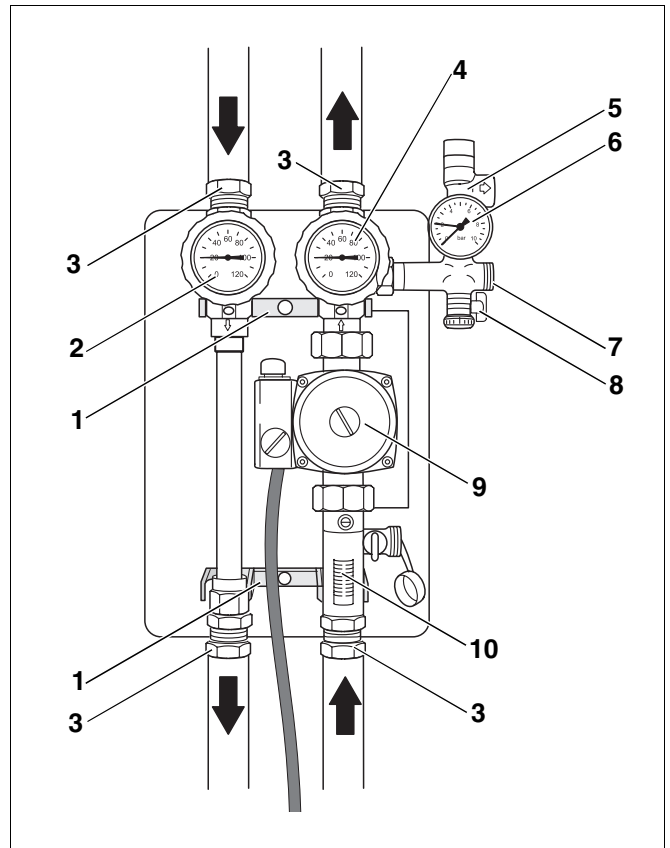

Fig. 1 Estação solar para um consumidor
- duas torneiras de esfera (Fig. 1, **Item 2 e 4**) com termómetros integrados e visor para leitura da indicação directamente na unidade.
- um grupo de segurança (Fig. 1, **Item 5**, unidade de fornecimento separada), que protege a circulação do sistema de energia solar. A válvula de segurança e o manómetro (Fig. 1, **Item 6**) estão integrados no grupo de segurança.
- uma bomba de circulação (Fig. 1, **Item 9**).
- um limitador de caudal com torneira E/D (de enchimento e drenagem) e de fecho (Fig. 1, **Item 10**).
O fluido solar é circulado através da bomba de circulação integrada na estação solar (Fig. 1, **Item 9**).